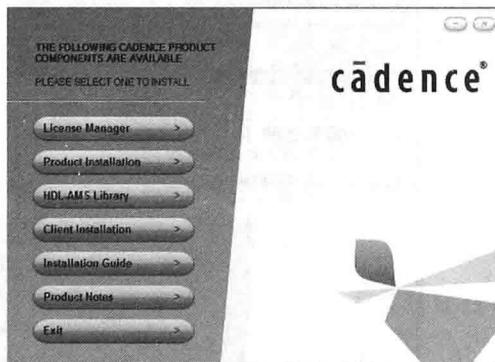
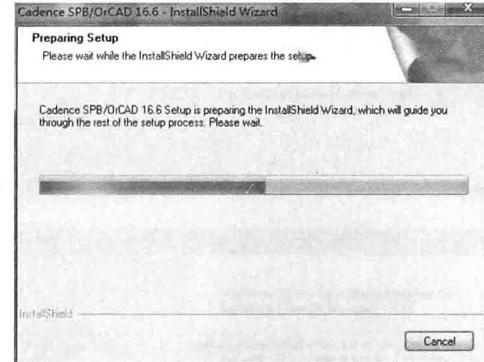

图 1.2.10 Cadence SPB/OrCAD 16.6 的安装界面
图 1.2.11 “Preparing Setup” 对话框
(6) 下面进行 Product 的安装。在 Cadence SPB/OrCAD 16.6 的安装界面中（如图1.2.10所示），单击“Product Installation”按钮，出现“Preparing Setup”对话框，如图1.2.11所示。